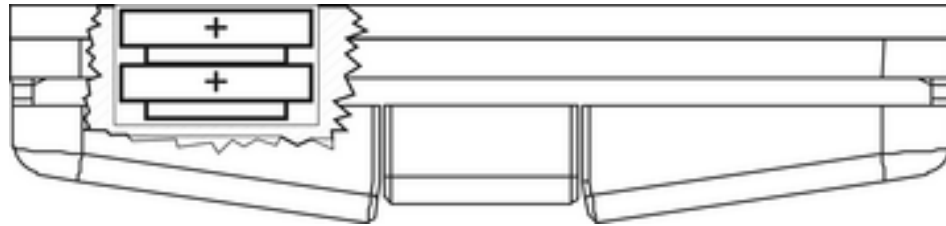

Bild 6: Batterien einlegen
- Neue Batterien in das Batteriefach einlegen. Dabei auf die Polarität achten: Der Plus-Pol der Batterien muss oben liegen (Bild 6).